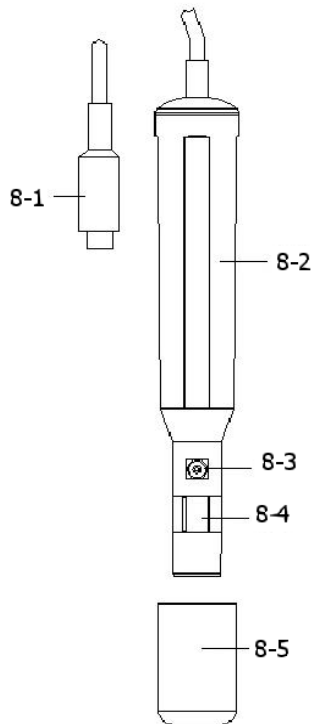

Fig. 5
- 1) Préparez la sonde de l'oxygène (optionnelle, DOPB-11), installez la "Prise de la sonde" (8-1, Fig. 5) dans le connecteur /prise d'entrée "DO" (3-14, Fig. 1).
- 1) Installez la "Prise de la sonde " (8-1, Fig. 5) dans la prise " DO " (3-14, Fig. 1).
- 5) Quand la sonde n'est pas utilisée, il faudra mettre l'étui de protection à la tête de la sonde (8-5, Fig. 5)